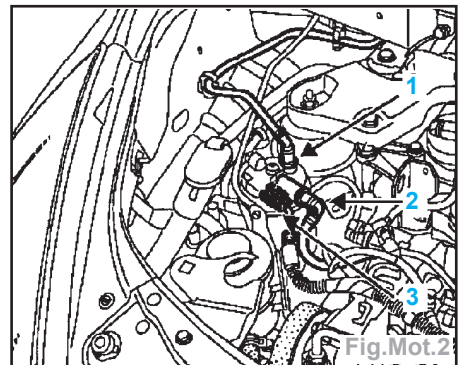

Fig.Mot.2
- Déposer les tuyaux d'arrivée (1) et de retour (2) sur le filtre ainsi que le connecteur électrique (3) (Fig.Mot.2).